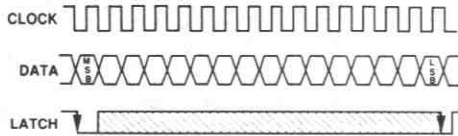
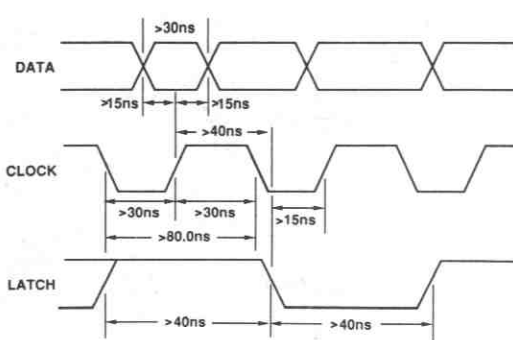

図5. AD1851に必要な信号
図6. AD1851入力信号のタイミング
AD1851に送信されるデータは、MSBを先頭とした16ビット・ワードのシリアル形式です。正規の動作のためには3つの信号が必要です。それは、データ、クロックおよびラッチ・イネーブル (LE) 信号です。入力データ・ビットはクロック信号の立上りエッジに同期して入力レジスタに入力されます。LSBは16番目のクロック・パルスで入力されます。すべてのデータ・ビットがロードされた後、ラッチ・イネーブル・パルスの立下りエッジでDACの入力が更新されます。図5に、AD1851のデータ転送に必要な一般の信号を示します。
図6にデータ転送が正しく行われるために必要なタイミング仕様を示します。AD1851の入力ピンはいずれもTTLおよび5V CMOSにコンパチブルです。図5および6に示す入力タイミングは、デジタル・オーディオ再生システムで用いられている代表的なDSPフィルタ・チップのデータ出力タイミングとコンパチブルです。AD1851の入力クロックは最大で12.5MHzです。このクロック・レートにより、2倍、4倍、8倍、16倍のオーバーサンプリング再構成のためのデータ転送レートが可能となります。